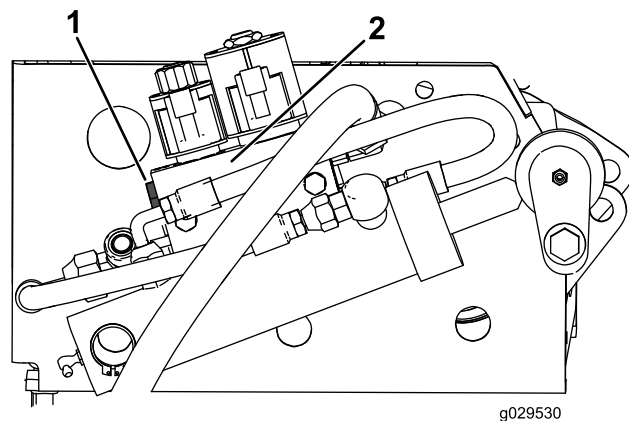

Figure 18
5. Sur le cadre droit, localisez la vanne de levage du plateau (**Figure 18**).
6. Retirez le bouchon sur le côté gauche de la vanne (**Figure 18**).